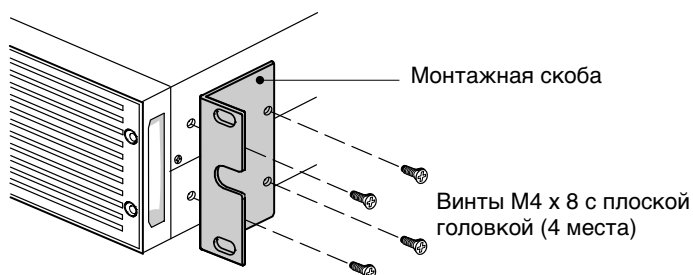

Рисунок 6. Установка монтажных кронштейнов (показано переднее положение)
9. Совместите монтажные кронштейны с отверстиями под винты на боковой части шкафа и закрепите их прилагаемыми винтами M4 x 8 с плоской головкой (см. Рисунок 6).